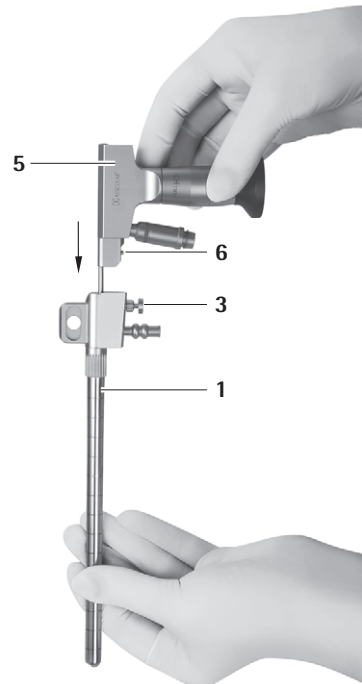

Fig. 2
- ▶ Bloquear o endoscópio 5 no trocarte MINOP InVent 1, ver Fig. 2.